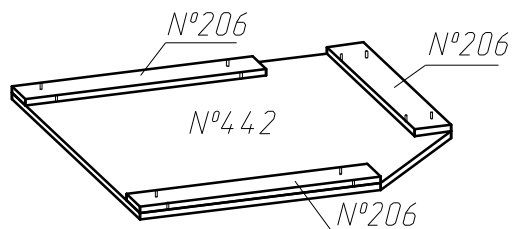

Рис.1
1. Приложить опору №206 к детали №442. (рис.1)